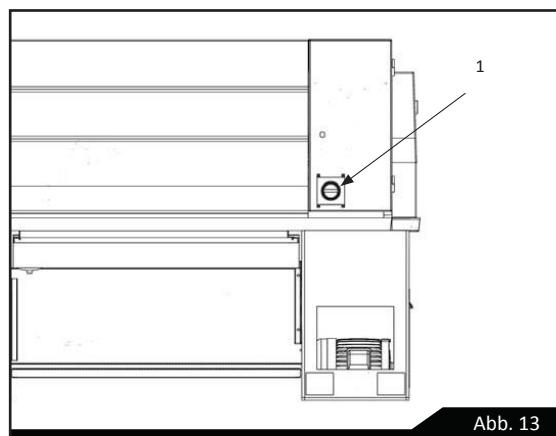

Abb. 13
- (1) NETZSCHALTER: Wenn der Hauptnetzschalter (1) an der Schaltkastentür eingeschaltet wird, leuchtet die Kontrollleuchte (2) auf und die Stromzufuhr ist eingeschaltet. (Siehe dazu Abbildung 13.)
- (2) NETZKONTROLLLEUCHTE: Nachdem die Stromzufuhr eingeschaltet wurde, leuchtet diese Kontrollleuchte auf.
- (3) NOT-AUS-SCHALTER: Den ROTEN Pilzdrucktaster drücken, um die Stromzufuhr auszuschalten und den Hauptmotor und die Kühlmittelpumpe zu stoppen.
- (4) TASTE FÜR TIPPBETRIEB JOG: Die GRÜNE Taste drücken, um die Spindel langsam zu bewegen. Dadurch wird die Spindeldrehzahlwahl erleichtert. (Der Hebel für Spindeldrehung muss in der Neutralstellung sein).
- (5) SPINDELDREHAHLREGLER: Hiermit kann die Spindeldrehzahl eingestellt werden.
- (6) Spindeldrehzahltabelle.
- (7) Schalter für Kühlmittel EIN/AUS.
- (8) Schalter für Endabdeckung: Muss die Endabdeckung zu Einstell- oder Wartungszwecken geöffnet werden, diesen Schalter betätigen. Daraufhin werden alle Drehbewegungen gestoppt.